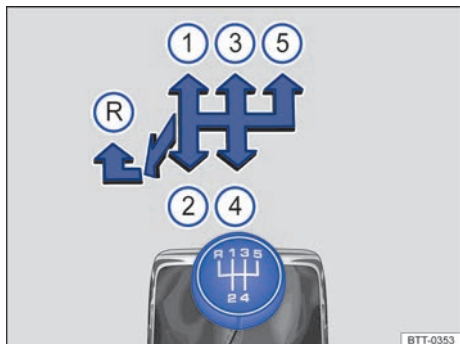
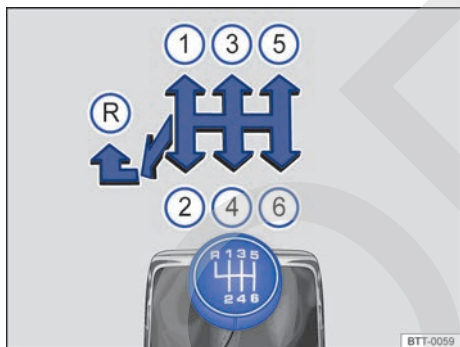

Fig. 111 Esquema de las marchas de un cambio manual de 5 marchas.
Fig. 112 Esquema de las marchas de un cambio manual de 6 marchas.
En la palanca de cambios están representadas las posiciones de cada una de las marchas → fig. 111 o → fig. 112.
- Mueva la palanca de cambios completamente hacia la izquierda y a continuación hacia delante para situarla en la posición de la marcha atrás → fig. 111 (R) o → fig. 112 (R).